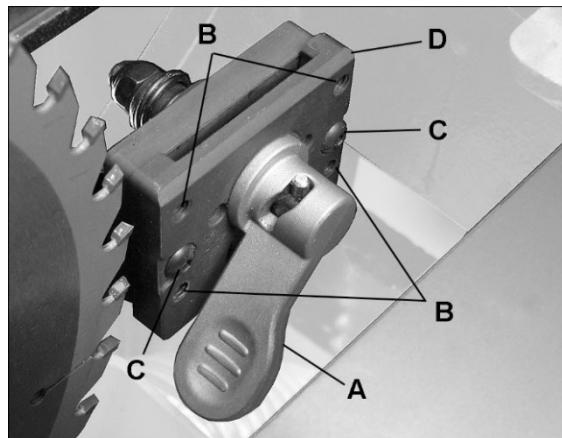
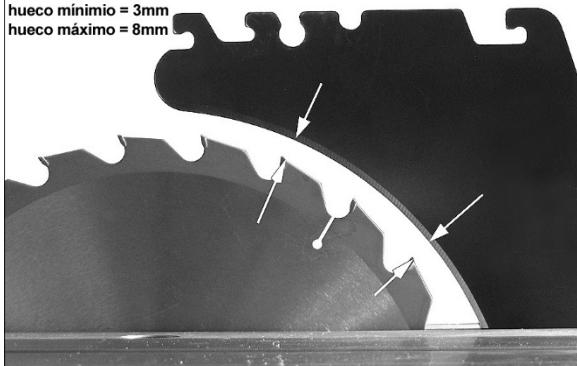

Figura 8-8
Figura 8-9
- Tire hacia arriba de la palanca (A, Figura 8-8) y quite el separador, tomando nota del sentido en que necesita moverse el separador para alinearse con la hoja de la sierra.
- Use una llave hexagonal de 3 mm para efectuar ajustes en cuatro tornillos de presión (B, Figura 8-8). Ajuste cualquiera de los tornillos presión requeridos para alinear el separador con la hoja de la sierra.
- Reinserte el separador, fije con un palanca de apriete (A) y compruebe la alineación según el paso 2.
El hueco entre la hoja de la sierra y el separador debe estar comprendido entre 3 y 8 mm (0.12 y 0.32 pulg). Vea la Figura 8-9.
- Use una llave hexagonal de 3 mm para efectuar ajustes en cuatro tornillos de botón (C, Figura 8-8). Esto permitirá que la placa de sujeción (D) se deslice hacia adelante y hacia atrás sobre la base fija. Deslice la placa de sujeción (D) acercándola o alejándola de la hoja de la sierra según sea necesario. Trate de que los huecos sean lo más parejos posibles.
- Apriete los tornillos (C).
- Reinserte el separador; enganche la palanca (A) y compruebe que el hueco entre la hoja de la sierra y el separador esté comprendido entre 3-8 mm (Figura 8-9).